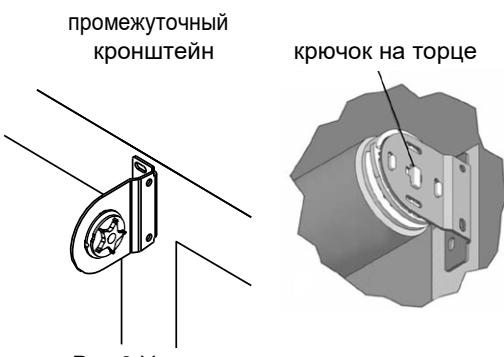

Рис.8. Установка правого изделия
3. Вставить заглушки со звездой в промежуточный кронштейн (Рис.8).
4. Установить правое изделие сначала в промежуточный кронштейн, а затем в правый кронштейн так, чтобы крючок на торце был направлен вертикально вниз (Рис.8).
5. Установить левое изделие сначала в промежуточный кронштейн, а затем в левый кронштейн так, чтобы крючок на торце был направлен вертикально вниз (Рис.8).